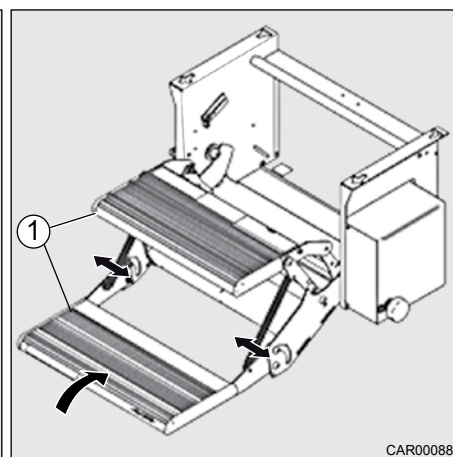

Fig. 187 Déverrouillage de secours
2. Repousser les marches (Fig. 187, pos. 1) complètement à la main.